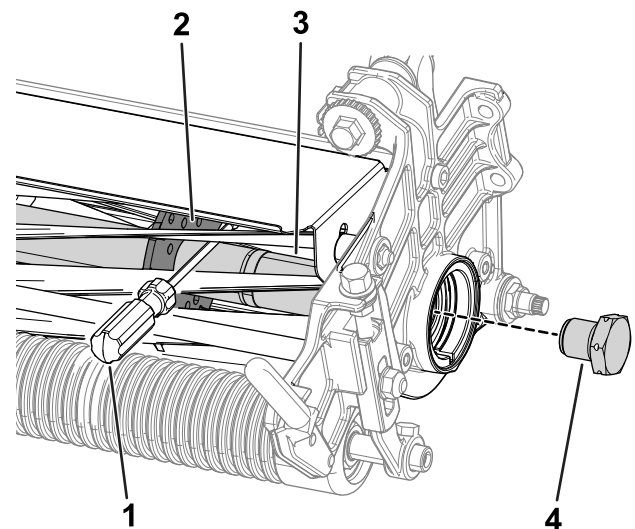

Figura 28
1. Inserite un piede di porco con manico lungo ($\frac{3}{8}$ " x 12" raccomandato con manico a cacciavite) attraverso la parte anteriore del cilindro di taglio, più vicino al lato dell'apparato di taglio da serrare (Figura 28).
2. Posizionate il piede di porco contro il lato di saldatura della piastra di supporto del cilindro (Figura 28).